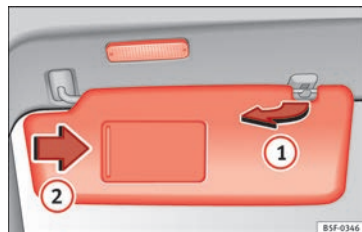

Abb. 139 Sonnenblende.
- Aus der Halterung herausziehen und zu der Tür schwenken » **Abb. 139 1**.